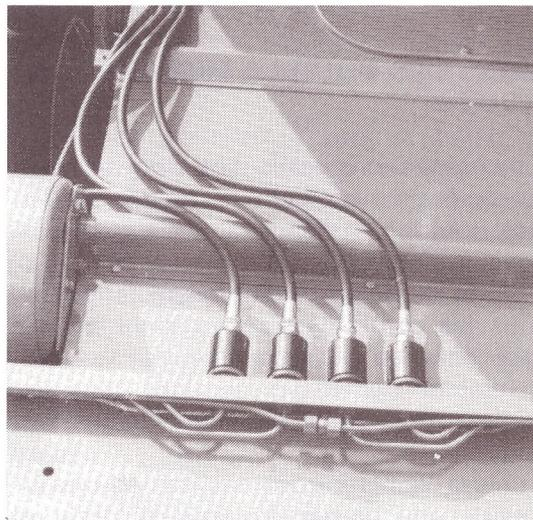

FIG. 20
- lorsque la plate-forme est complètement en appui sur la partie avant du caisson du convoyeur, engager les verrous de blocage inférieur en tirant le levier (1) en avant ;
- abaisser la plate-forme et accoupler les raccords hydrauliques (fig 20) en vissant à fond les manchons ;